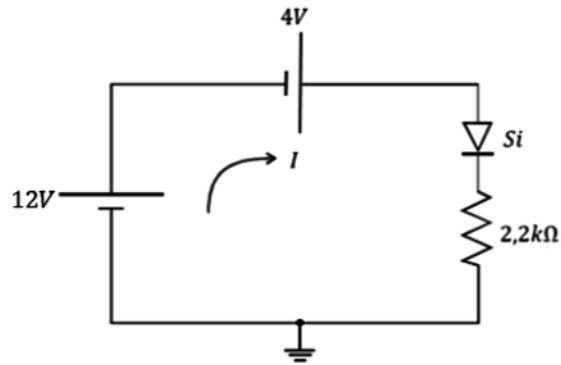

Figura 2.40 Circuito DC con diodos. Fuente: Elaboración propia
d) En el circuito de la figura 2.40, se pide hallar I .